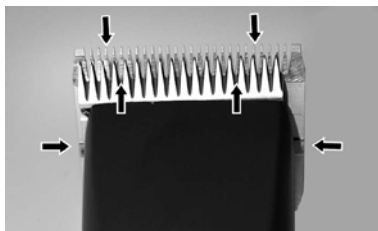

Fig. 22
Para conseguir un buen resultado de esquila y para alargar la duración de la esquiladora, es imprescindible aplicar una fina capa de aceite sobre las cuchillas superior y inferior (Fig. 22).
- ▶ Lubrique los peines suficientemente durante el esquila (como mínimo cada 15 minutos), para que no marchen en seco (Fig. 22).
Es necesario lubricar los peines antes, durante y después de cada uso. Si los peines dejan rayas o se desaceleran, es una señal segura que necesitan aceite. Aplique algunas gotas de aceite de frente y lateralmente de los peines (flechas Fig. 22). Quite el aceite sobrante por un pañuelo suave y seco. Aerosoles lubricantes no contienen suficientemente aceite para una buena lubricación, pero son convenientes para la refrigeración de los peines. Cambie de inmediato peines dañados o dentados a fin de evitar heridas.